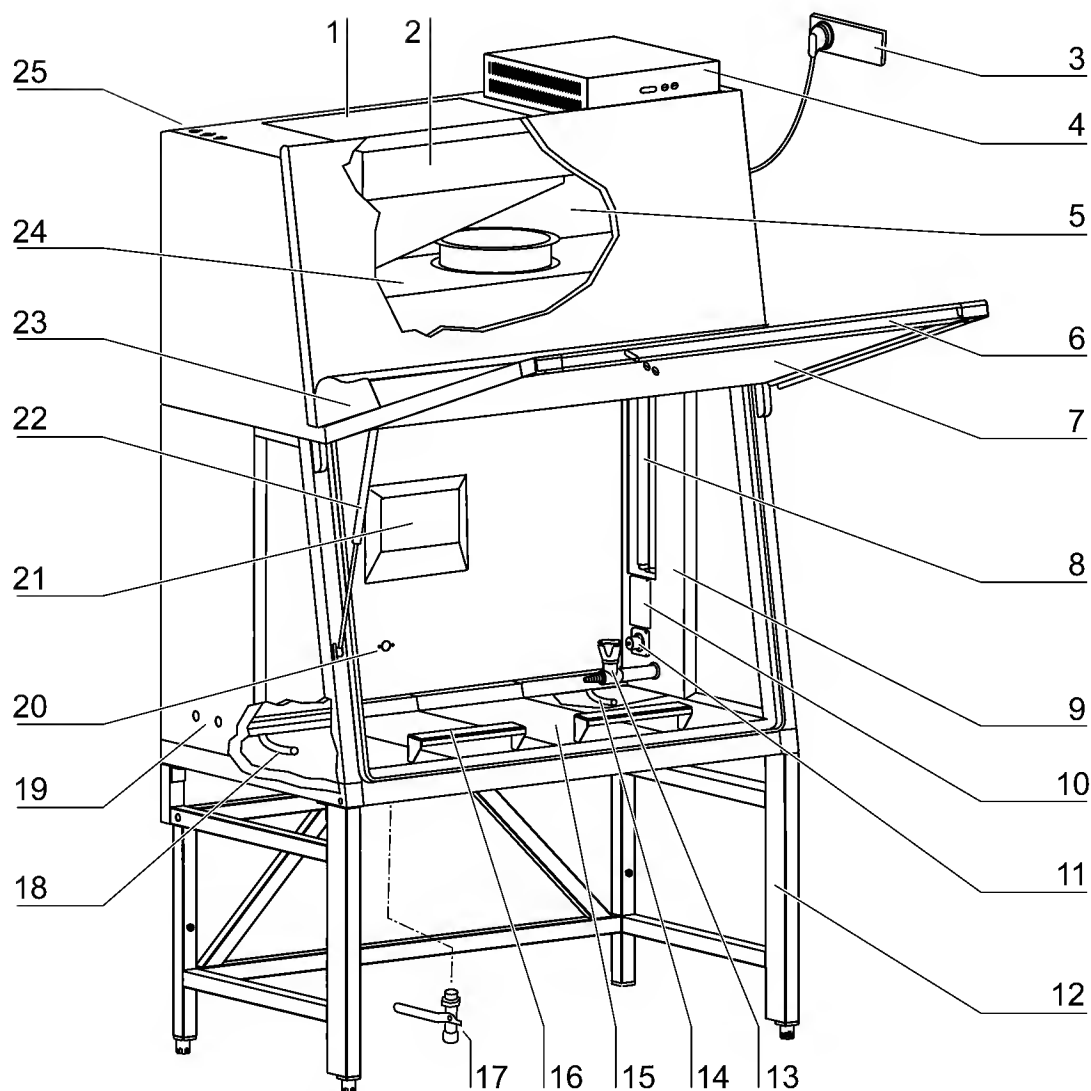

Abb. 3
- **Abb. 3:** Plenum [5] (Baugruppe der Gebläse mit Filter) mit Umluftgebläse [24] und Abluftgebläse [2]. Unmittelbar an das jeweilige Gebläse sind das Geräteumluftfilter und das Abluftfilter montiert. Die Abluft wird über die Öffnung [1] in die Geräteumgebung abgegeben.